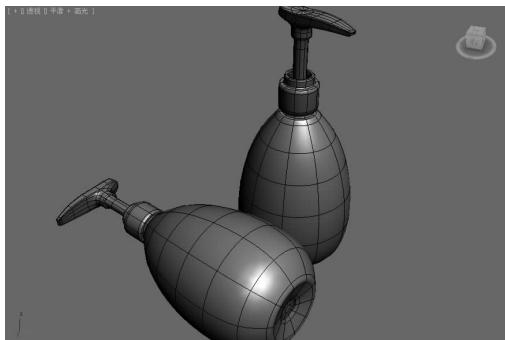

图 5-117 完成后的效果 ▲
(11) 在“细分曲面”卷展栏中选中“使用 NURBS 细分”复选框, 设置“迭代次数”为 2, 其他两个圆柱体使用同样的操作, 完成后的效果如图 5-117 所示。